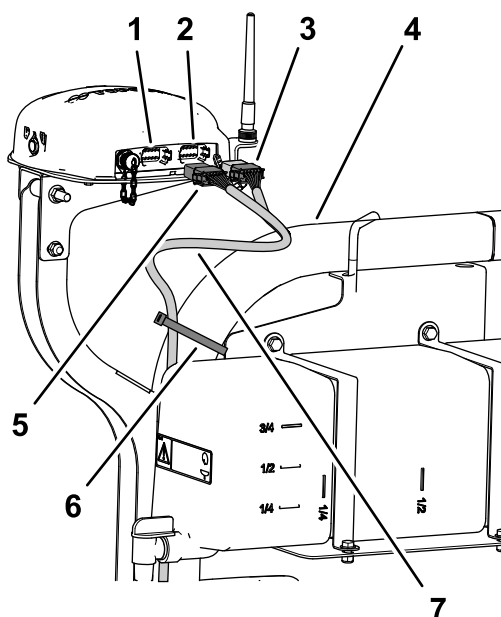

Рисунок 197
- Прикрепите ответвление жгута проводов передачи данных длиной 390 см к правой трубе конструкции ROPS с помощью двух кабельных стяжек, как показано на Рисунок 197.